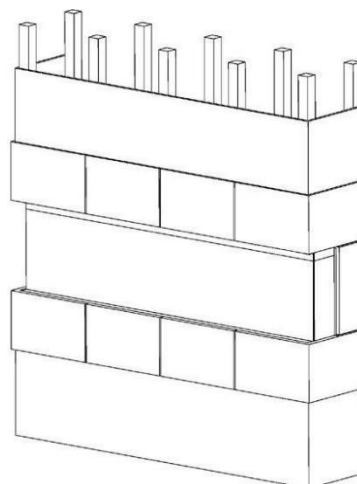

Fig.3-5
8. Decore o contraplacado ou a parede de gesso com azulejos vitrificados, papel de parede, etc. Fig.3-5